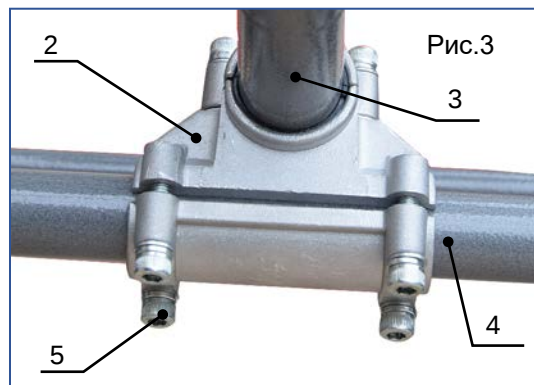

Рис.3
- При помощи кронштейна (поз.2, рис.3) закрепите нижнюю часть рукоятки управления (поз.3, рис.3) на основной раме (поз.4, рис.3).
- Подберите удобный угол наклона для работы и туго затяните четыре винта (поз.5, рис.3)